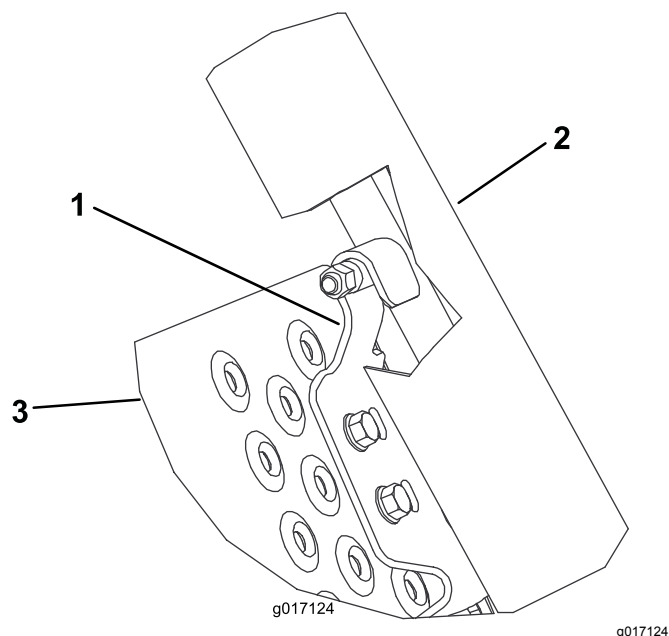

Figura 4
7. Instale um parafuso de cabeça sextavada através de cada um dos furos centrais nas rampas de carga e através dos dois tubos de borracha (Figura 4).
8. Posicione um suporte de bloqueio em cada lado da rampa de forma a que alinhe com o lado inferior das rampas de carga, engate com os pinos revestidos nas rampas de carga e alinhe com os furos na rampa (Figura 2 e Figura 4). Só é utilizado um conjunto de furos de montagem por suporte de bloqueio.
9. Monte sem apertar cada suporte de bloqueio na rampa com parafusos de cabeça flangeada 5/16 x 3/4 pol. e porcas flangeadas (Figura 2 e Figura 4).
10. Elevação e bloqueio da rampa. Ajuste os suportes de bloqueio de forma a que engatem nos pinos e aperte os parafusos e porcas (Figura 2 e Figura 4).